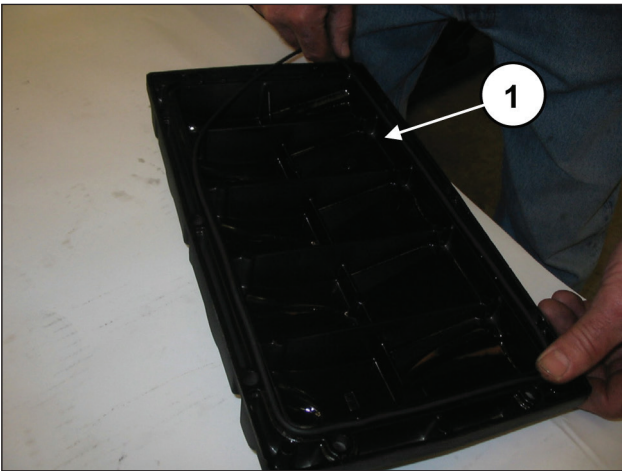
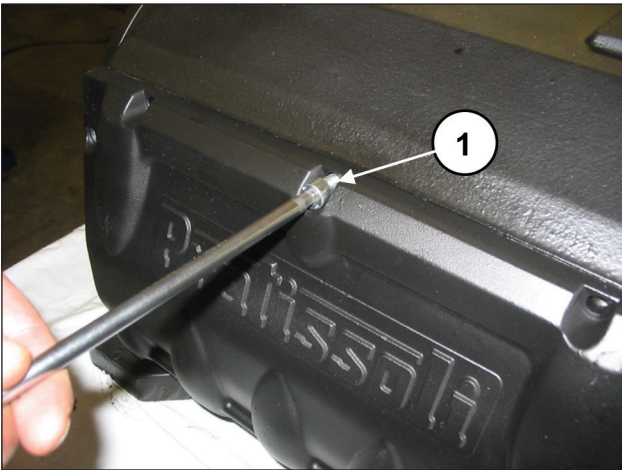

图84
图85
将O形圈插入后盖(①, 图84)并通过10个M8x18螺丝固定到曲轴箱(①, 图85)。